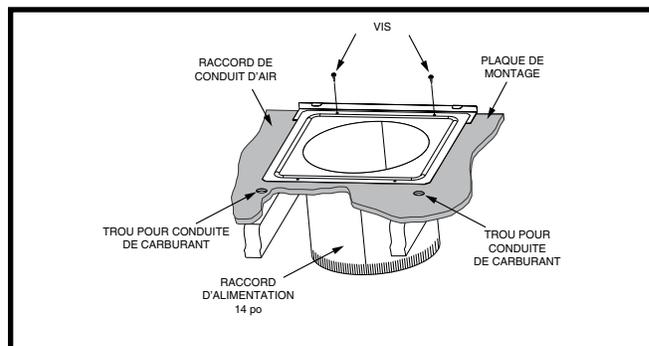

Figure 13. Raccord de conduit circulaire installé
3. Installez la plaque de montage sous la surface arrière du raccord de conduit. Voyez la Figure 13 \(page 9\). **REMARQUE :** Alignez les trous pour vis dans les deux composantes.